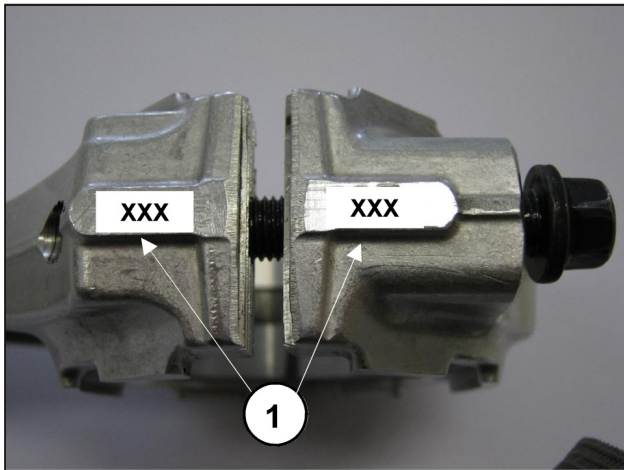

图 9
- 将连杆帽连接到相应连杆柄，注意编号（图 9，部件号①）。